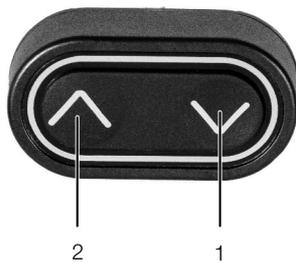

Fig. 1: Unità portatile
Il sistema DESKLINE viene inizializzato premendo il tasto Giù sull'unità portatile (fig. 1, pos. 1). Il tasto deve essere tenuto premuto fino a quando gli azionamenti hanno raggiunto il finecorsa inferiore. Una volta che tutti gli azionamenti si sono arrestati sul finecorsa inferiore, rilasciare il tasto Giù per 2-3 secondi e poi tenerlo premuto per altri 6-8 secondi. L'inizializzazione è quindi completata. Durante l'inizializzazione il sistema viene abbassato e nuovamente sollevato di 5 mm. Non rilasciare il tasto Giù in nessun caso durante l'inizializzazione.